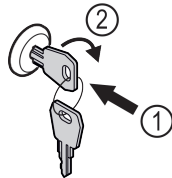

Fig. 131
- ▶ Trykk inn nøkkelen Fig. 131 (1).
- ▶ Vri nøkkelen 90° med klokka Fig. 131 (2).